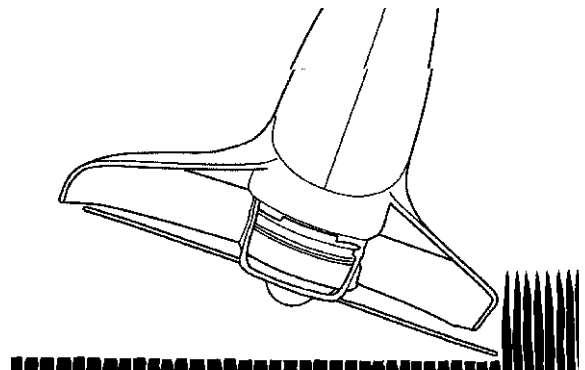

Fig. 13
2. **CORTE MAS CERCANO** (Fig. 13). Posicione el cabezal un poco inclinado, siempre corte alejado de personas y del operador.